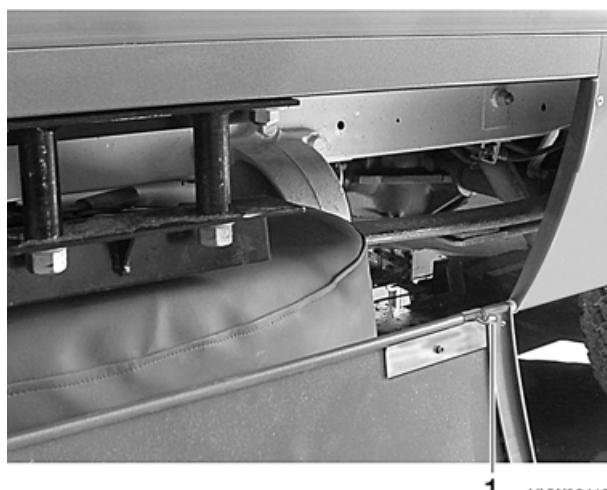

Bild 108 Ersatzradklappe, unterflur
- Riegel (Bild 108,1) zur Seite schieben.